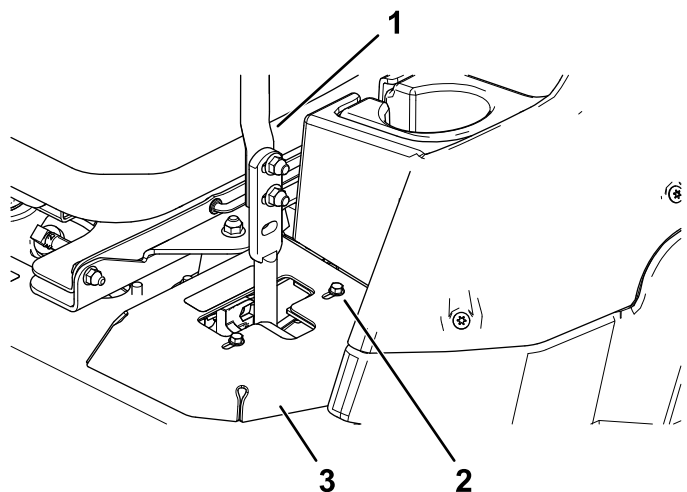

Figure 50
- Si elle se déporte à droite, desserrez les boulons et déplacez la plaque de butée gauche en arrière sur la fente en T gauche, jusqu'à ce que la machine se déplace en ligne droite (Figure 50).
- Si elle se déporte à gauche, desserrez les boulons et déplacez la plaque de butée droite en arrière sur la fente en T droite, jusqu'à ce que la machine se déplace en ligne droite (Figure 50).
6. Serrez les boulons de la plaque (Figure 50).